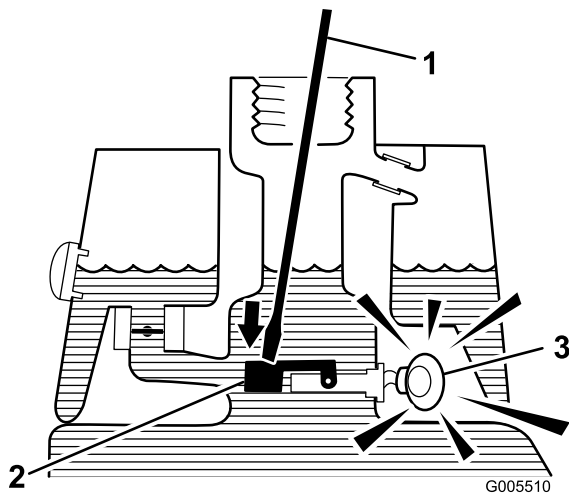

図 31
3. 汚れのない棒やドライバを差し込んで、フロートを軽く押さえてやる 図 31。秒後にアラームが鳴れば正常である。